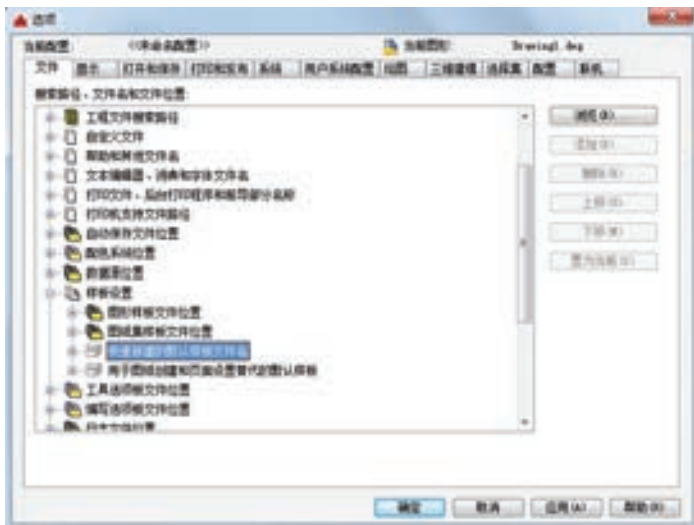

图 2-33 “选项”对话框的“文件”选项卡
2) 从“工具”→“选项”菜单中选择默认图形样板文件。具体方法是:在“文件”选项卡下,单击标记为“样板设置”的节点下的“快速新建的默认样板文件名”分节点,如图 2-33 所